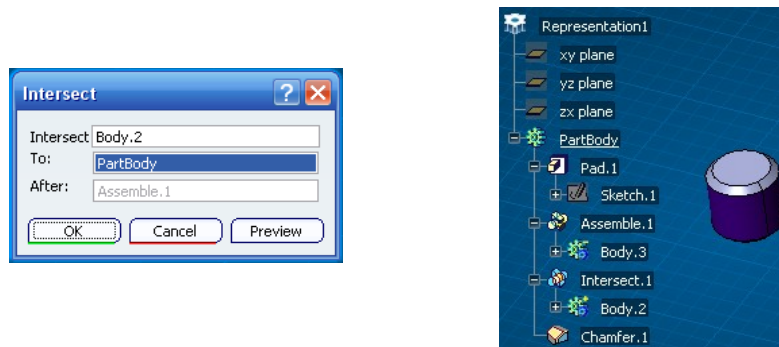

Ilustración 266: Intersección de cuerpo 2 con cuerpo principal.
**Intersect (Intersección).** Da opción a realizar la intersección entre dos cuerpos y ofrece como resultado la parte común a los dos. Se pasará a realizar la intersección del cuerpo 2 con el cuerpo principal (ver Ilustración 266):